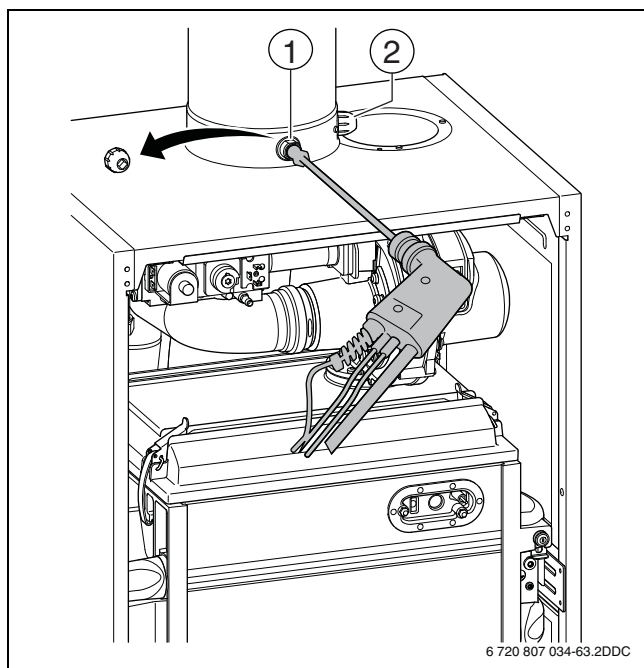

Bild 47 Entfernen der Kappe der Abgasmesssstelle
- ▶ Kappe von der Luftzufuhrmessstelle entfernen (→ Bild 47, [2]).